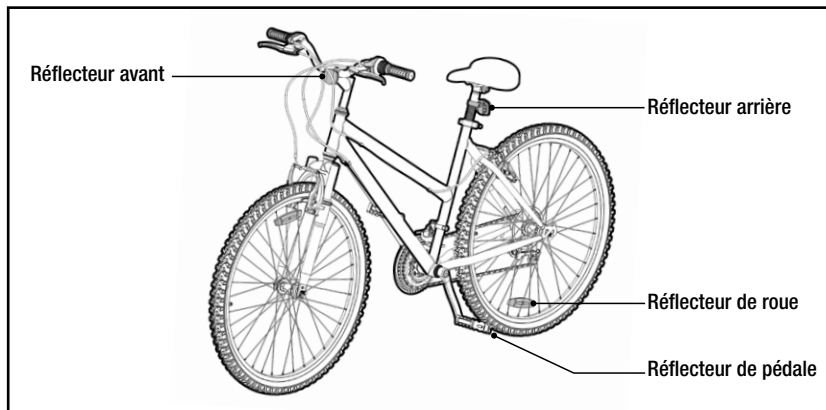
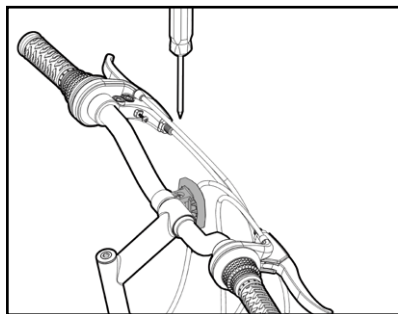

Figure 46
Figure 47
Des réflecteurs sont préinstallés sur les pédales, les roues, la tige de selle et le guidon de votre bicyclette (voir la Figure 46). Assurez-vous que le réflecteur du guidon pointe droit vers l'avant et de façon perpendiculaire au sol et positionnez le réflecteur arrière de manière à l'orienter tout droit vers l'arrière. Utilisez un tournevis à tête cruciforme (A) pour desserrer et ajuster le réflecteur avant de le resserrer (voir les Figures 47 et 48).